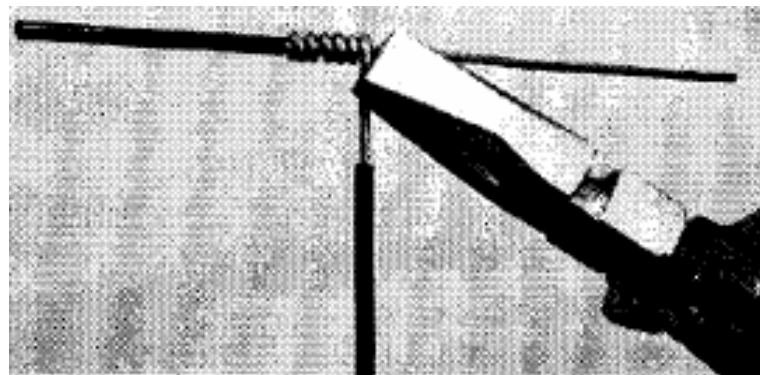

Figura 10.17
5. Finalize a primeira parte da emenda com auxílio de outro alicate (**figura 10.17**).